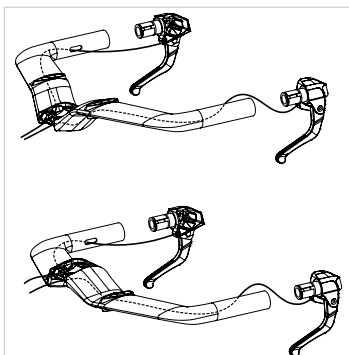

Fig. 6.1
- 1- **Routing dei fili elettrici delle leve dei freni negli starter del manubrio.** Far passare i connettori delle leve dopo le sezioni oblunghe degli starter fino ai fori centrali del manubrio. (Fig. 6.1)